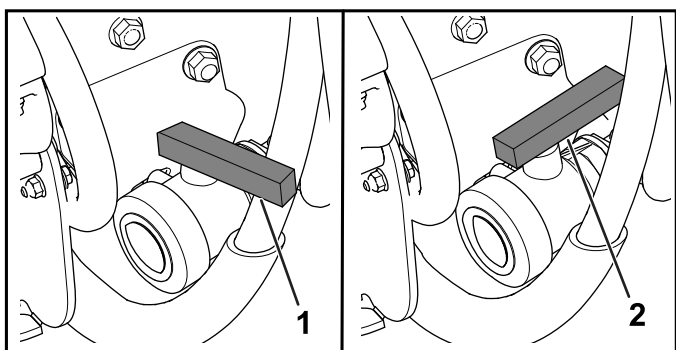

図 93
3. タンクのドレンバルブを開いて残っている薬液をすべて排出する (図 93)。
4. ドレンバルブを閉じる 図 93。